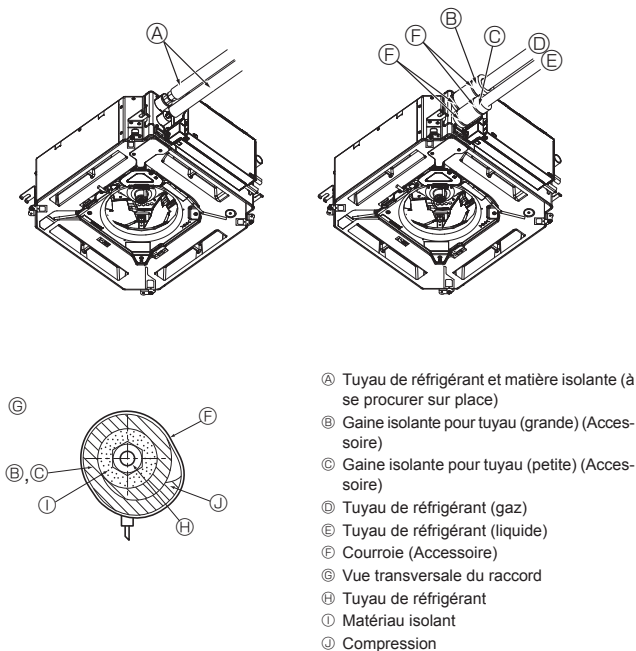

Fig. 5-8
5.5. Connexion des tuyaux (Fig. 5-8)